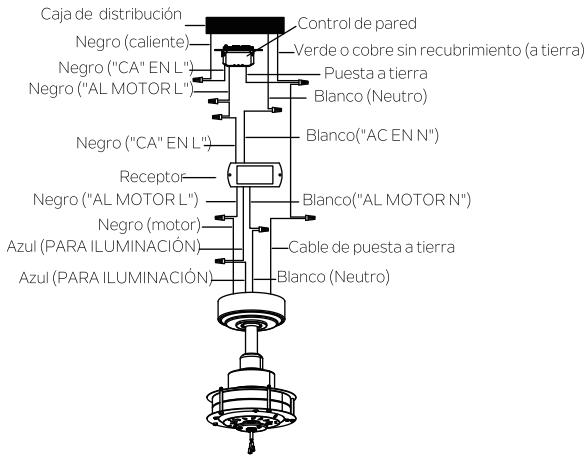

Fig. 13
**Paso 2.** Conexiones eléctricas del motor al receptor: Conecte el cable NEGRO del ventilador al cable NEGRO marcado como "AL MOTOR L" desde el receptor. Conecte el cable BLANCO del ventilador al cable BLANCO marcado como "AL MOTOR N" del receptor. Conecte el cable AZUL del ventilador al cable AZUL marcado como "PARA ILUMINACIÓN" del receptor. Asegure todas las conexiones de cables con los conectores plásticos proporcionados. (Fig. 13)
**Paso 3.** Conexiones eléctricas del receptor remoto a la caja de distribución eléctrica: Conecte el cable NEGRO (caliente) del cielorraso al cable NEGRO marcado como "CA EN L" del control de pared. Conecte el cable BLANCO (neutro) del cielorraso al cable BLANCO marcado como "CA EN N" del receptor. Conecte el cable NEGRO (Al Motor L) del control de pared al cable NEGRO marcado como "CA EN L" del receptor. Asegure las conexiones de cables con los conectores plásticos proporcionados. (Fig. 13)
**Paso 4.** Si su caja de distribución eléctrica tiene un cable de puesta a tierra (verde o cobre sin recubrimiento), conéctelo a los cables de puesta a tierra del ventilador; en caso contrario, conecte el cable de puesta a tierra del ventilador al soporte de montaje. Asegure las conexiones de cables con los conectores plásticos proporcionados. Despues de conectar los cables, sepárelos de manera que el cable verde y el cable blanco estén de un costado de la caja de distribución eléctrica y el cable negro y azul estén del otro costado. (Fig. 13)